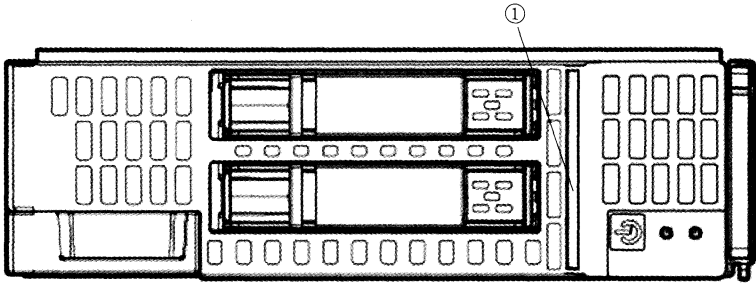

图 9-92 检查健康指示灯
(8) 该刀片健康指示灯为绿色
查看服务器健康指示灯,如图 9-92 编号①所示。如果是绿色说明正常,如果闪红色或者琥珀色说明可能是 CPU、内存等问题。